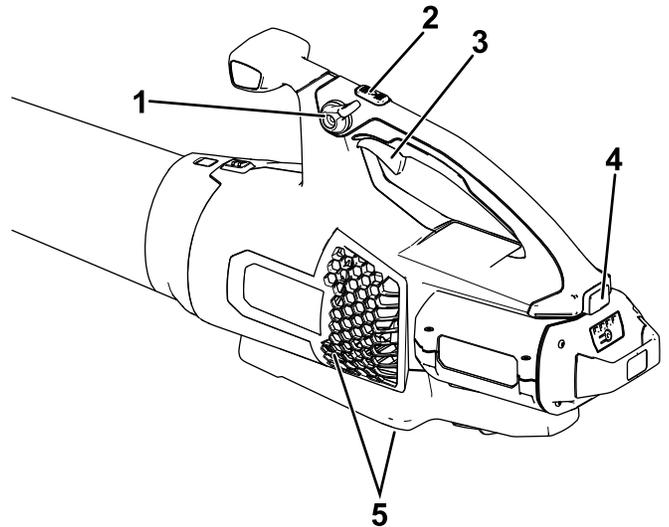

Bild 3
4. Drücken Sie den Auslöser für variable Geschwindigkeit, um den Laubbläser anzulassen (Bild 3).
**Hinweis:** Aktivieren Sie die Geschwindigkeitssperre, damit die Maschine läuft, ohne dass Sie den Auslöser für die variable Geschwindigkeit drücken müssen (Bild 3).
Um maximale Leistung (Luftgeschwindigkeit) zu erreichen, drücken Sie den Auslöser für variable Geschwindigkeit vollständig herunter und halten Sie dann die Turbotaste für die gewünschte Dauer gedrückt (Bild 3).
Stellen Sie mit dem Auslöser für die variable Gebläsestärke die Luftgeschwindigkeit ein (Bild 3).
Aktivieren Sie die Geschwindigkeitssperre, um die aktuelle Gebläsestärke beizubehalten (Bild 3).
Deaktivieren Sie die Geschwindigkeitssperre (falls verwendet) und lassen Sie den Auslöser für die variable Geschwindigkeit los, um den Laubbläser abzustellen (Bild 3).